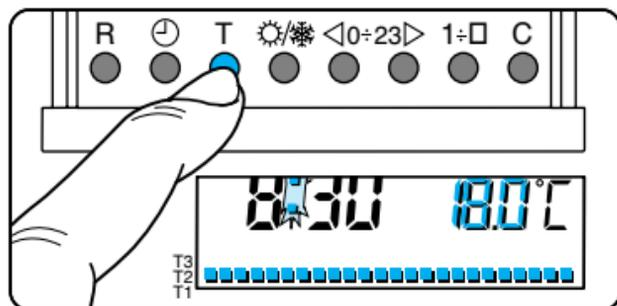

Fig. 34
6.5 - Premere il pulsante T per confermare il valore della temperatura visualizzata sul display e per passare al livello di temperatura successivo (fig. 34).